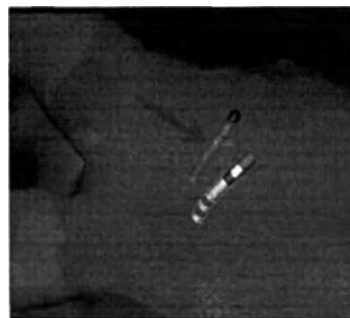

Рисунок. 139. Пример смещения катетера в исследовании с использованием EnSite™ NavX™. Стрелка указывает на тень EnGuide.
3. Если катетер смещается в сторону от теней, это может означать смещение катетера (Рисунок. 139).